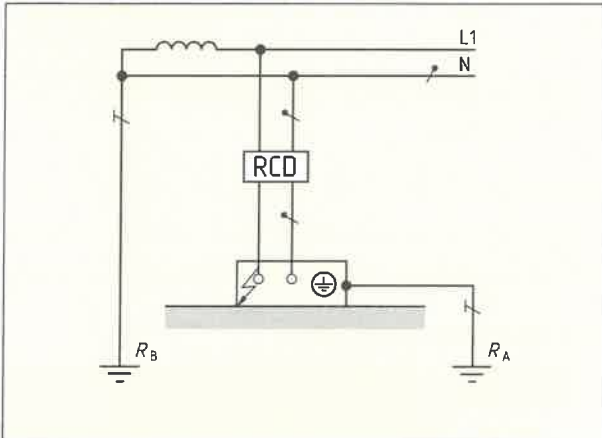

Bild 1: Prinzip des Schutzes im TT-System
1. Tragen Sie im **Bild 1** den Fehlerstromverlauf rot ein.